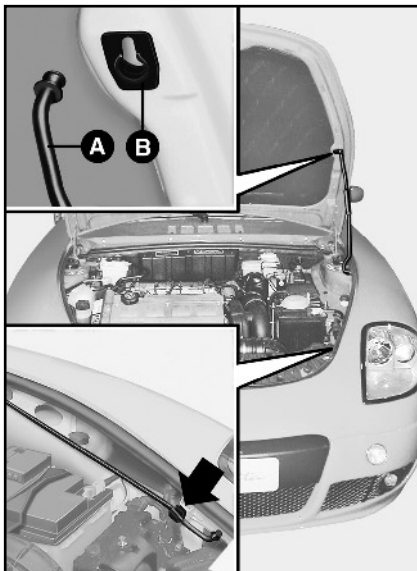

fig. 74
3) Soulever le capot en le prenant par le milieu et dégager en même temps la béquille de maintien **A**-fig. 74 de son dispositif de blocage.
- 1) D'une main, maintenir le capot soulevé et, de l'autre, enlever la béquille **A**-fig. 74 du logement **B**, puis la remettre dans son dispositif de blocage.